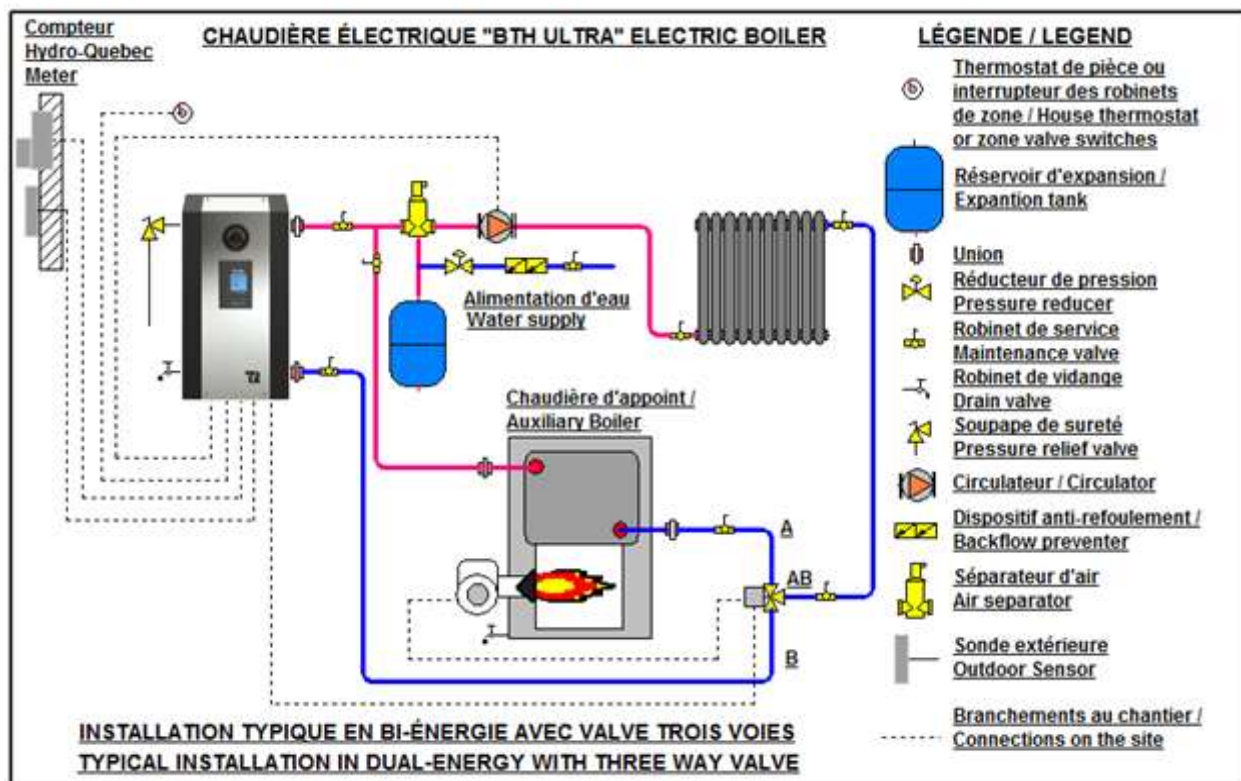

Figure 9 : Installation bi-énergie avec valve 3 voies
N.B: Assurez-vous de bien positionner les ports A-B et AB de la valve trois voies (Voir fig. 9).